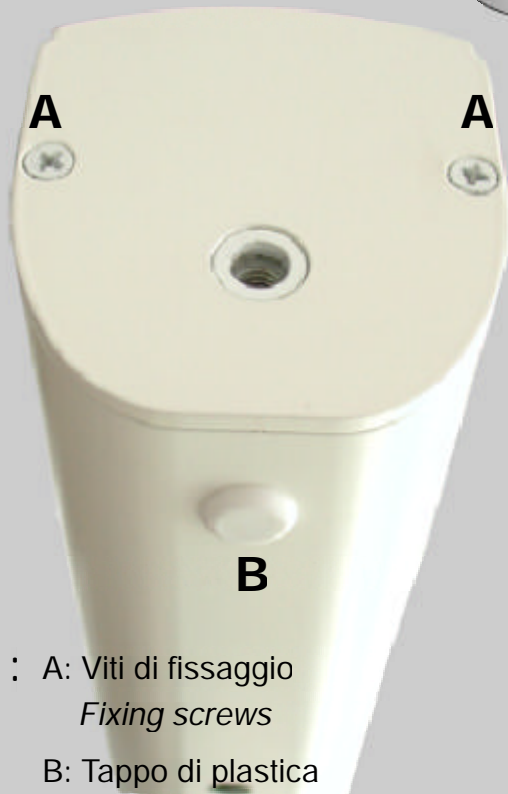

Fig. 1: A: Viti di fissaggio
1) rimuovere le viti di fissaggio (A) e togliere il coperchio (fig.1)